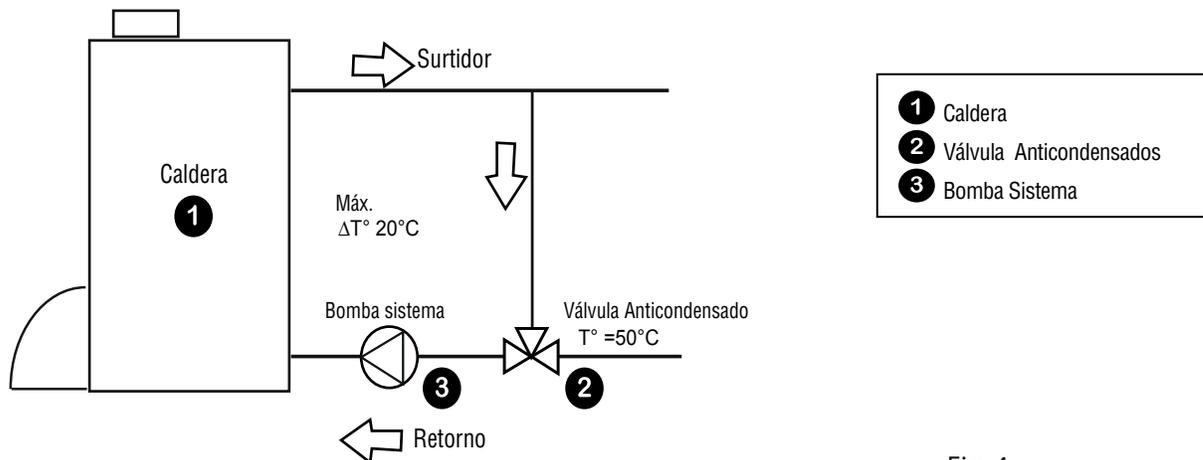

Fig. 4
5.3 Local de instalación (Fig. 4)
2.7 Válvula Anticondensado (Fig.4), **2** Anti Shock Térmico.